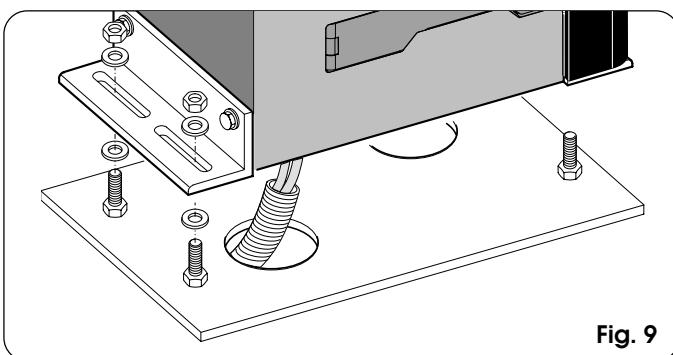

Fig. 9
- 3) Plaats de aandrijving op de plaat met behulp van de bijgeleverde ringen en moeren, zoals op fig. 9. Voer tijdens deze handeling de kabels door het kanaal in de onderste helft van de aandrijving (fig. 10 - ref. A). Om toegang te krijgen tot de elektronische apparatuur, de kabels door het gat voeren met behulp van de bijgeleverde kabelklem met rubber. Alle kabels moeten met zorg van de mantels worden ontdaan, zodat de kabelklem alleen de afzonderlijke draden vasthoudt (fig. 10 - ref. B).